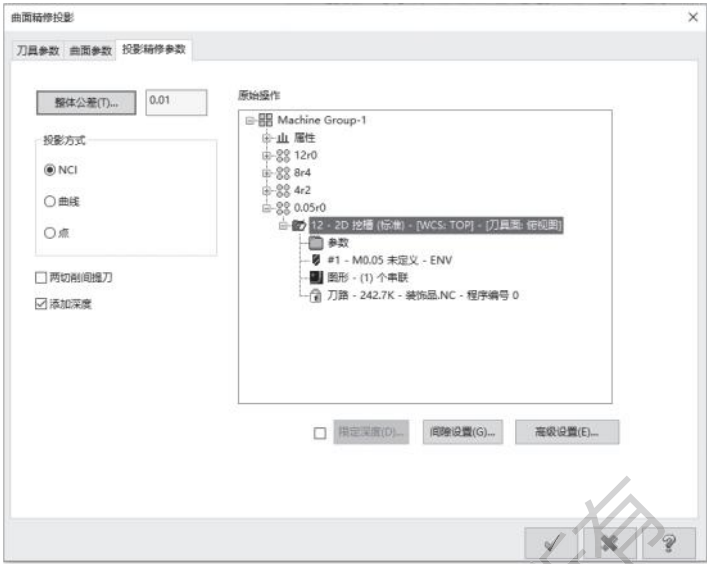

图 8-69 投影精加工参数设置
4) 打开【投影精修参数】选项卡，设置【整体公差】为 0.01mm，【投影方式】为【NCI】，勾选【添加深度】复选项，在【原始操作】目录下选择“第 12 步：2D 挖槽（标准）”刀路，如图 8-69 所示。